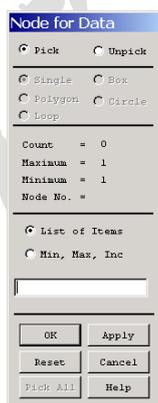

图7.3 图形拾取对话框
(4) 在【Result Item】列表框中选择要查看的结果项目。例如【Nodal Solution】|【DOF Solution】|【Y-Component of displacement】，接着在【Result Item Properties】选项组中将出现一个文本框，其中程序已自动为变量定义了一个名子【UY_2】，如无需修改单击【OK】按钮确认。
(5) 接着会弹出如图 7.3 所示的图形拾取对话框。在文本框中输入要查看的节点编号或者直接用鼠标在图形视窗中选择节点，然后单击【OK】按钮。